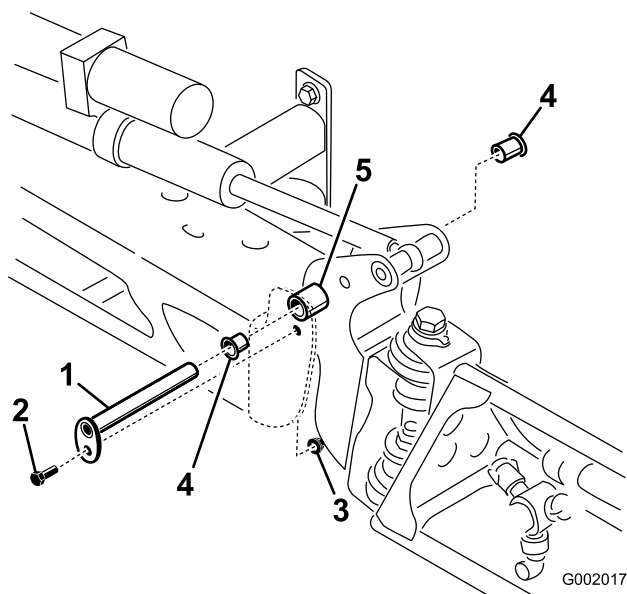

Figura 73
- Instale el conjunto de brazo y soporte del pivote en el bastidor central, alineando los orificios (Figura 73).
- Con el peso del brazo apoyado, retire el perno y la tuerca que fijan el pasador de giro al conjunto del brazo (Figura 73). Retire el pasador de pivote.
- Retire los casquillos de nylon desde delante y desde detrás del soporte del pivote e inspecciónelos (Figura 73). Sustituya cualquier casquillo dañado.